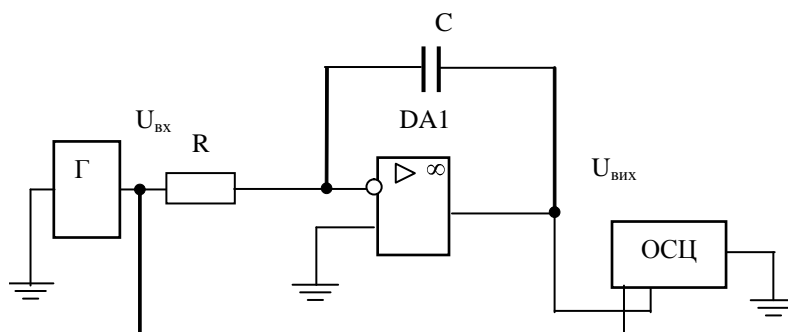

Рисунок 1
1. Зберіть схему інтегратора, наведену на рис.1, з реальним ОП (наприклад, LM 741).